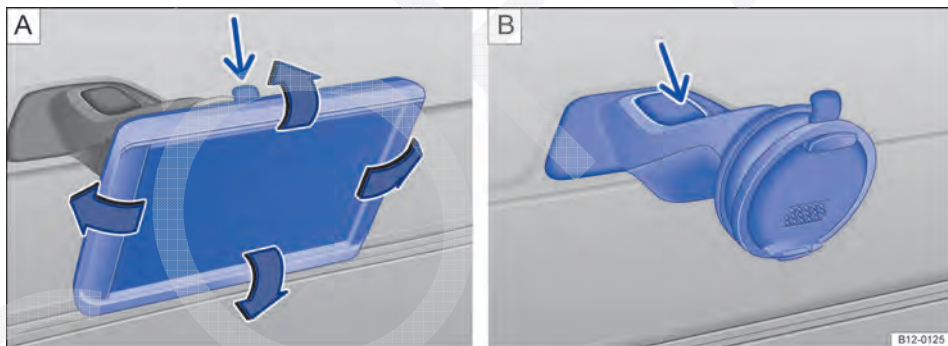

Fig. 120 No console central: desinstalar o aparelho de navegação e o suporte.
Podem ser ajustadas a inclinação e a perspectiva ao movimentar o aparelho de navegação para a posição desejada → Fig. 120 A, → ⓪.
- Pressionar o botão de destravamento → Fig. 120 A (seta) até que o aparelho se solte do suporte.
- Segurar o braço do suporte com uma mão e pressionar o botão de destravamento → Fig. 120 B (seta).